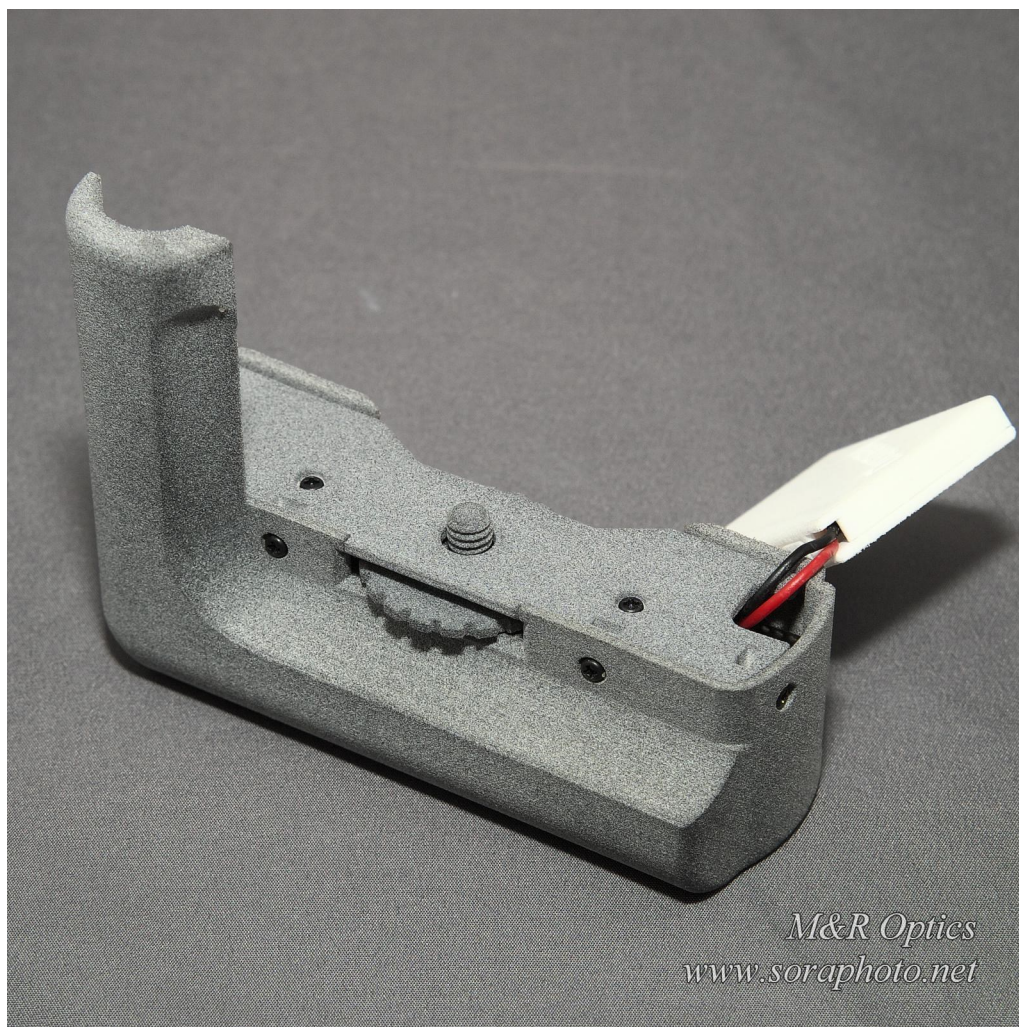

図15 グリップ完成
7. ここまでくれば、グリップの組み立ては完了です。(図15)